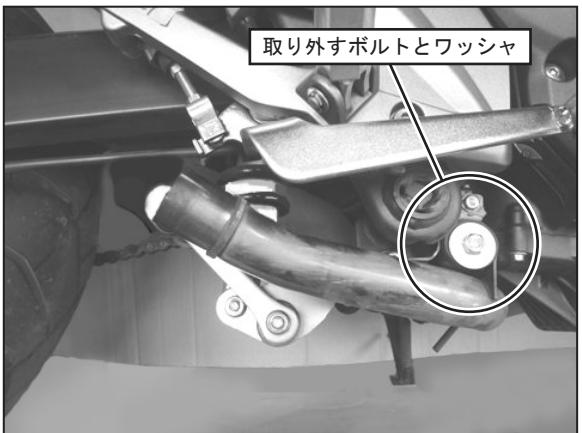

FIG. 1
4. FIG. 1で指示する純正テールパイプを固定しているボルト、ワッシャを外して下さい。
(FIG. 1 参照)